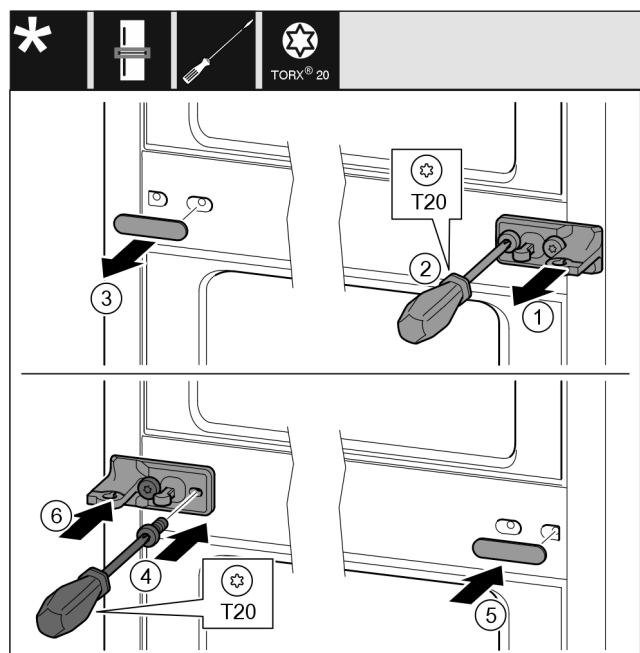

Fig. 43
- Снимите шайбу Fig. 43 (1).
- Выкрутите винты Fig. 43 (2) отверткой.
- Осторожно снимите крышку Fig. 43 (3).
- Плотно прикрутите опорный кронштейн с подкладкой Fig. 43 (4) с другой стороны, повернув его на 180°.
- Установите крышку Fig. 43 (5) с другой стороны, повернув ее на 180°.
- Спереди установите шайбу Fig. 43 (6).